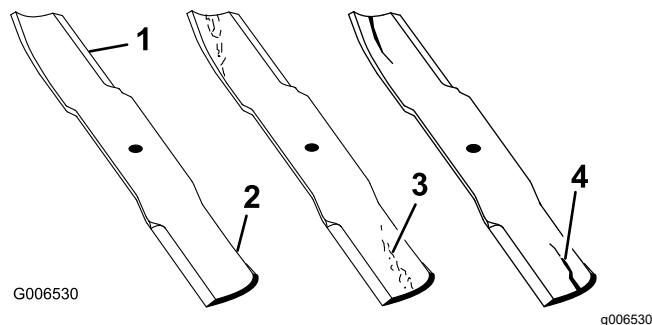

Рисунок 142
2. Осторожно осмотрите режущие кромки ножей (особенно в точке соединения плоской и изогнутой частей ножа), как показано на Рисунок 142.
Примечание: Проверяйте ножи перед эксплуатацией газонокосилки, так как песок и абразивный материал могут стачивать металл между плоской и изогнутой частями ножа. При обнаружении износа замените нож (Рисунок 142).